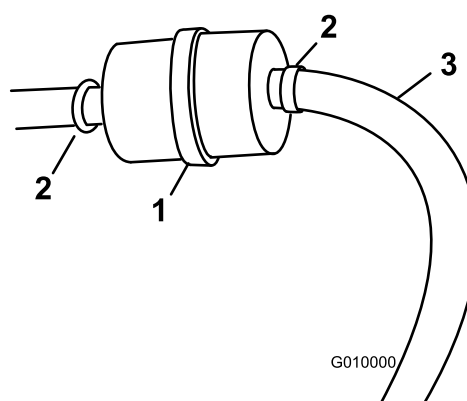

Рисунок 51
3. Ослабьте шланговые хомуты и снимите шланги с фильтра (Рисунок 51).
5. Установите новый фильтр на шланги и затяните шланговые хомуты (Рисунок 51).
3. Ослабьте шланговый хомут на топливном фильтре и отодвиньте его по топливному трубопроводу от фильтра (Рисунок 51).
4. Отсоедините топливный трубопровод от топливного фильтра (Рисунок 51).
Примечание: Слейте бензин в канистру для топлива или сливной поддон (Рисунок 51).
6. Передвиньте шланговый хомут к топливному фильтру, чтобы закрепить топливопровод (Рисунок 51).